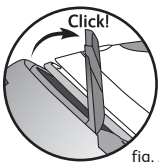

fig. 2
- Verrouillage - fig.2
- posez le fer sur la plaque repose-fer de la centrale vapeur et rabattez l'arceau de maintien sur le fer jusqu'à l'endechement du verrouillage (identifié par un "clic" sonore) - fig.2.